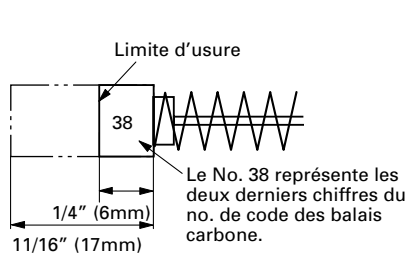
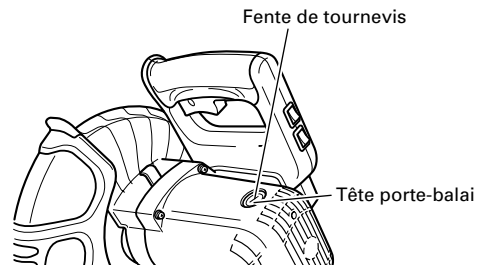

Fig. 39
Fig. 40
3. Inspecter les balais carbone (Fig. 39 et Fig. 40)
En conséquence, inspecter périodiquement les balais en carbone et les remplacer lorsqu'ils ont atteint la limite d'usure comme indiqué à la Fig. 39.
Par ailleurs, maintenir les balais carbone propres de façon qu'ils glissent régulièrement dans les porte-balai. Les balais carbone sont faciles à retirer ; pour cela, retirer les têtes porte-balai (voir Fig. 40) avec un tournevis à tête plate (signe moins).